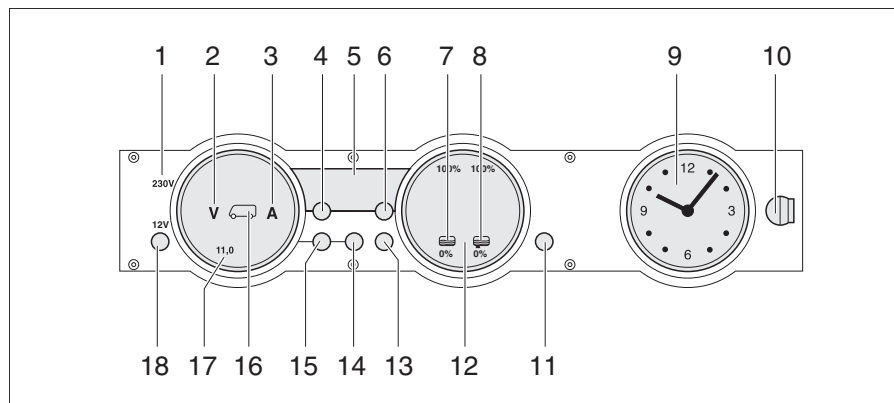

Fig. 245 Panneau de contrôle MP 20-T
Le voyant de contrôle 230 V (Fig. 245,1) s'allume si l'arrivée du bloc électrique est sous tension de réseau.
L'interrupteur principal 12 V (Fig. 245,18) établit ou coupe le panneau de contrôle et l'alimentation 12 V de la cellule.
- Appuyer brièvement sur la touche "12 V" (Fig. 245,18). L'alimentation 12 V de la cellule est assurée. L'indicateur de contrôle "12 V" s'allume.
- ▷ La tension de la batterie de cellule est trop faible quand les DEL "11,0" de l'affichage en Volt et le symbole Volt "V" (Fig. 245,2) clignotent dans l'indicateur des batteries (Fig. 245,17) après la mise sous tension. Charger la batterie.
- ▷ La coupure de batterie est active quand l'indicateur de contrôle "12 V", le symbole de la batterie de cellule (Fig. 245,16) et le symbole Volt "V" (Fig. 245,2) clignotent trois fois après la mise sous tension. Désactiver la coupure de batterie.
- Appuyer brièvement sur la touche "12 V" (Fig. 245,18). L'alimentation 12 V de la cellule est coupée. L'indicateur de contrôle "12 V" s'éteint.
- Appuyer sur la touche batterie de cellule (Fig. 245,14) et la maintenir enfoncée pendant 10 secondes environ. Les symboles Volt "V" (Fig. 245,2) et Ampères "A" (Fig. 245,3) clignotent trois fois. La batterie de cellule est coupée du réseau de bord de 12 V.
- Appuyer sur la touche "12 V" (Fig. 245,18) et la maintenir enfoncée pendant 5 secondes environ. Le symbole Volt "V" (Fig. 245,2) clignote trois fois. La batterie de cellule est branché au réseau de bord 12 V. L'indicateur de contrôle s'allume au bout d'env. 2 secondes.
- Appuyer sur la touche de la batterie de cellule  (Fig. 245,14). Le symbole Volt "V" (Fig. 245,2) s'allume. Le symbole Ampères "A" est, suivant son niveau de charge, blanc ou rouge. La tension de la batterie et le courant de la batterie de cellule sont affichés au moyens de DEL à l'intérieur de l'indicateur.
- Appuyer sur la touche de la batterie de démarrage  (Fig. 245,15). Le symbole Volt "V" (Fig. 245,2) s'allume. Des DEL à l'intérieur de l'indicateur indiquent la tension de la batterie de démarrage.
- Appuyer sur la touche réservoirs  (Fig. 245,13). Les symboles réservoir d'eau  (Fig. 245,7) et réservoir d'eaux usées  (Fig. 245,8) s'allument. Des DEL à l'intérieur de l'indicateur indiquent le niveau du réservoir d'eau (échelle de gauche) et celui du réservoir d'eaux usées (échelle de droite).
Le symbole Volt "V" (Fig. 245,2) et les DEL "11,0" clignotent dès que la tension de la batterie descend en dessous de 11 V (mesurée en marche) et qu'il y a risque de décharge profonde de la batterie.
Le symbole du réservoir d'eau "☰" (Fig. 245,7) ou celui du réservoir d'eaux usées "☷" (Fig. 245,8) clignote quand le réservoir d'eau est vide ou que le réservoir d'eaux usées est plein.